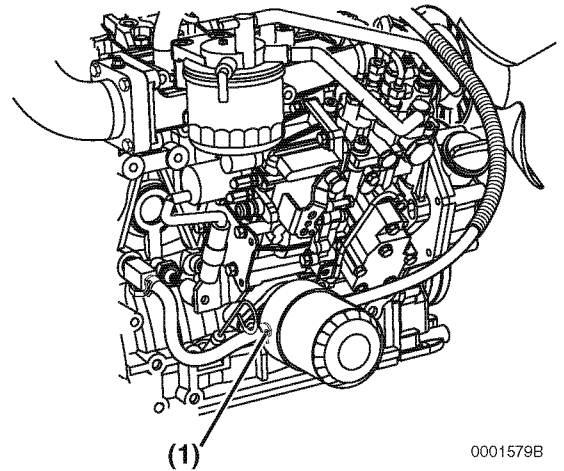

Figure 21
- Sur les modèles équipés d'un refroidisseur d'huile, retirez le tuyau du liquide de refroidissement (**Figure 21, (1)**) du refroidisseur d'huile.